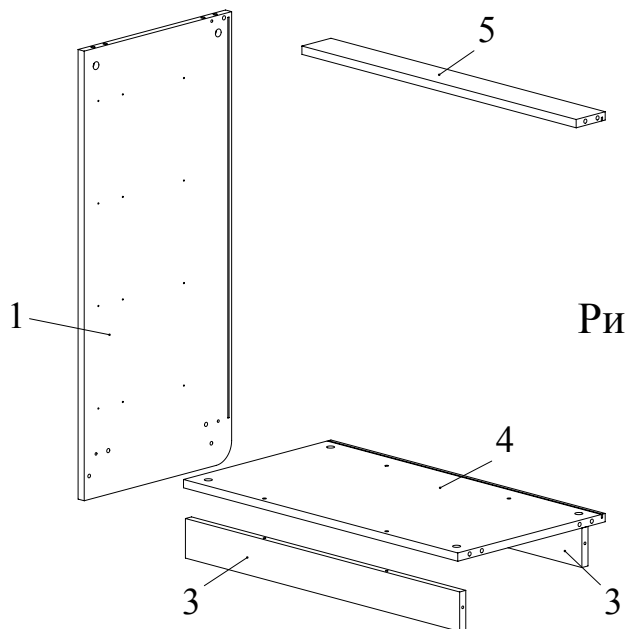

Рис.5
6. Соединить цоколя 3 с дном 4, полученную сборку и стяжку 5 прикрепить к боковине 1, повернув конфирматным ключом головки минификсов по часовой стрелке до упора (Рис. 5). Детали 3 и 2 скрепить конфирматами.